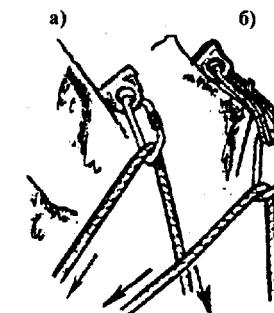

Рис. 97.
- через карабин, навешанный на одиночный крюк (рис. 97 а) и крюк с петлей (рис. 97 б);